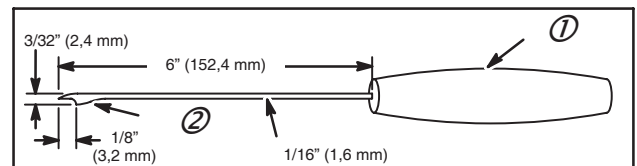

Fig. 13
On peut fabriquer un outil d'insertion de corde en utilisant de la corde à piano ou une baguette de soudure de 1,5 mm (1/16") de diamètre et en en aplatisissant l'extrémité (2) comme indiqué à la Fig. 13.
2. Passer la corde dans la poignée en (1) et faire un nœud en huit, Fig. 13.